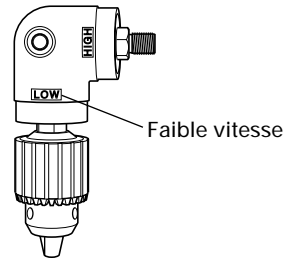

Fig. 10
- Pour utiliser l'angle à faible vitesse, fixer le mandrin sur l'axe de l'angle en face du repère latéral "LOW", et fixer avec la vis de verrouillage. A ce réglage, la vitesse de perçage tombe à environ 70% et le couple de perçage augmente jusqu'à environ 150%. (Fig. 10)